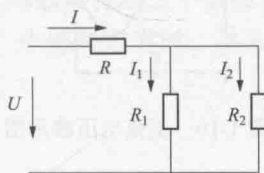

图 1-7 电阻混联示意图
(3) 电阻混联 (见图 1-7)。在电路中既有电阻的串联又有电阻的并联, 这种电阻的连接方式称为混联。混联电路同时具有串联、并联的特点。